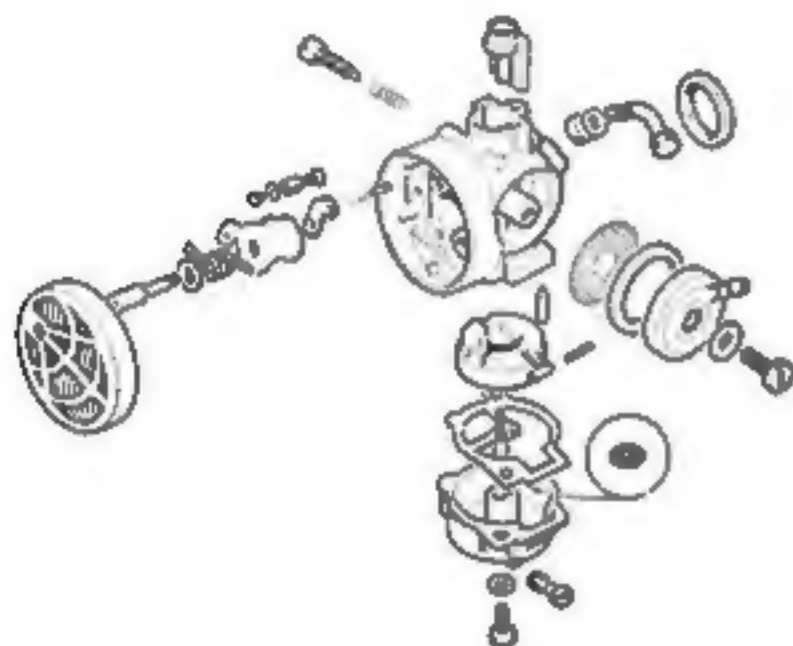

Fig. 2
- S'assurer lors de chaque démontage de la cuve, de la présence et de l'état du joint torique sur le diffuseur (fig. 2).
- Le D 55 possède deux filtres d'essence, un filtre au robinet (réservoir), l'autre au carburateur côté droit (fig. 2).
- Vérifier l'état de propreté de la cartouche du filtre à air 22688 (fig. 2).